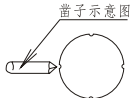

图2
- 底座底面和左右预留孔 (下引出和左右引出时) 详细图见图3，用锯子锯断引出口与底座的搭连处；后板预留孔 (后面引出时) 详细图见图2，在敲除时，请用凿子对准搭连处，再用锤子敲打。